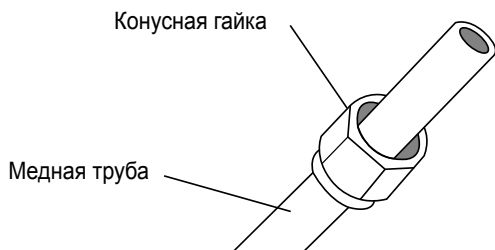

Рис. 7.6
- Наденьте конусные гайки на оба конца трубы. Гайки должны быть ориентированы в правильном направлении, поскольку после развальцовки гайки нельзя будет надеть или изменить их ориентацию (см. рис. 7.6).